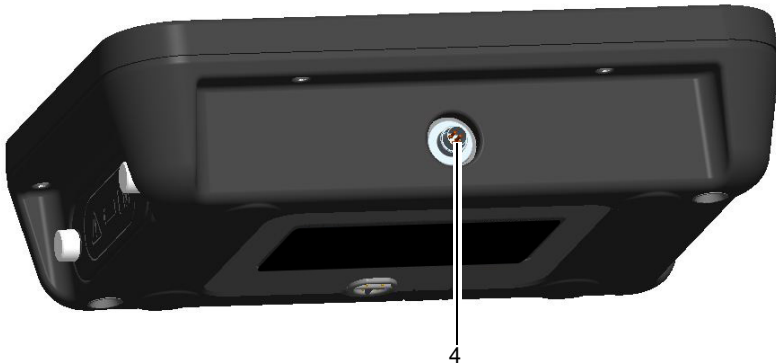

Abbildung 3: Verbindungskabelanschluss des ADTS Touch
- Indem Sie den Anschluss des ADTS Touch (4) (siehe Abbildung 3) über das Speisekabel mit dem ADTS verbinden.